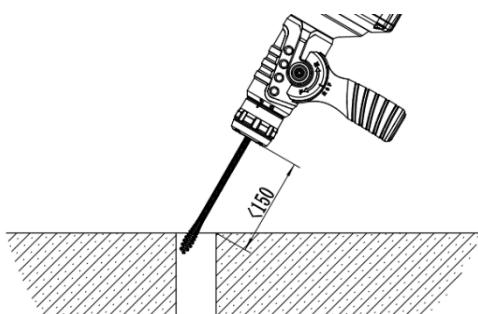

Figure 7
1. Placez la tête de l'outil à moins de 150 mm de l'ouverture du tuyau. Si la distance est plus grande, l'arbre flexible peut se tordre et se nouer. Si la distance est trop courte, vous ne pouvez pas voir dans quel état est l'onde. (Fig. 7).